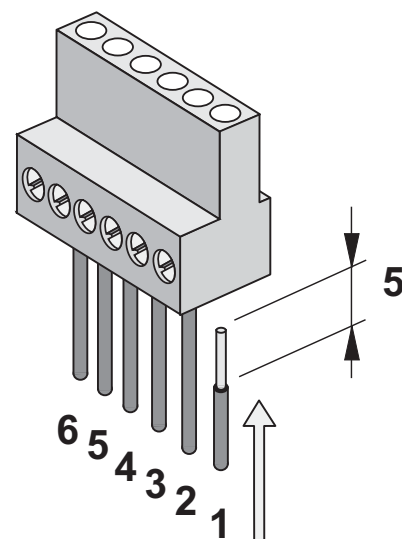

Abb. 3.3
- Die nunmehr freigelegten Enden der Anschlußdrähte in die Anschlüsse (1) und (2) des Anschlußblocks einstecken (Abb. 3.3). Hierbei ist jedoch darauf zu achten, daß die Adern keinen Kurzschluß verursachen.
- Die nunmehr freigelegten Enden der Anschlußdrähte in die Anschlüsse (3) und (4) des Anschlußblocks (Abb. 3.3) einstecken. Hierbei ist darauf zu achten, daß die Adern keinen Kurzschluß verursachen.
- Die Isolierung der Anschlußdrähte des Fühlers etwa 5 mm weit abziehen. Die nunmehr freigelegten Enden der Anschlußdrähte in die Anschlüsse (5) und (6) des Anschlußblocks (Abb. 3.3) einstecken. Hierbei ist darauf zu achten, daß die Adern keinen Kurzschluß verursachen.